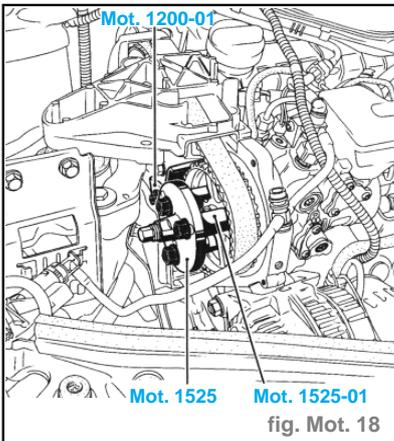

fig. Mot. 18
- Mettre en place l'extracteur **Mot. 1525** équipé de l'adaptateur **Mot. 1525-01** sur la poulie de pompe à injection, puis désolidariser l'ensemble. (fig. Mot. 18)